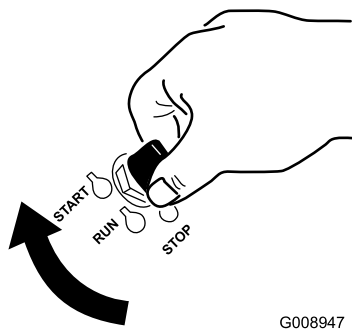

Bild 15
1. Drehen Sie den Zündschlüssel auf die Start-Stellung (Bild 15). Lassen Sie den Schlüssel los, sobald der Motor anspringt.
6. Drehen Sie den Zündschlüssel auf die Start-Stellung (Bild 15). Lassen Sie den Schlüssel los, sobald der Motor anspringt.